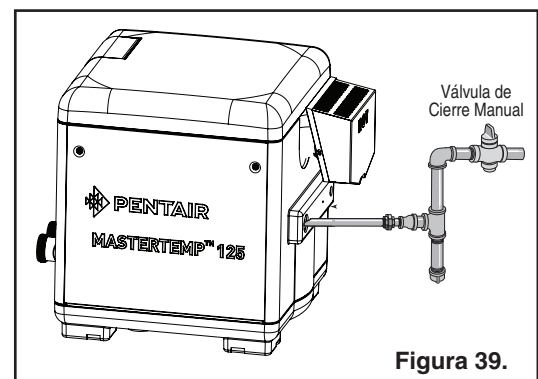

Figura 39.
3. Apague la energía eléctrica del aparato. **Apague el manual Válvula de cierre**, ver **Figura 39**.
7. Espere cinco (5) minutos para sacar cualquier gas. **Si luego le huele a gas, ¡DETENGASE! Siga el paso “B” de las instrucciones “Antes de Encender” (página 39). Si no le huele a gas, vaya al siguiente paso.**
8. **Encienda la válvula de cierre manual (Figura 39). Válvula de Palanca:** empuje el interruptor de palanca hacia afuera para encender el gas.
- **Apague el manual Válvula de cierre**, ver **Figura 39**.